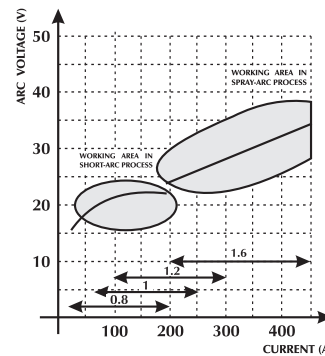

Fig. 2 Diagram over valg af de bedste arbejds karakteristika.
- Trådens fremføringshastighed afhænger af svejsestrømmen. På Fig. 2 og 3 vises de forhold, der findes mellem de forskellige svejsparametre.